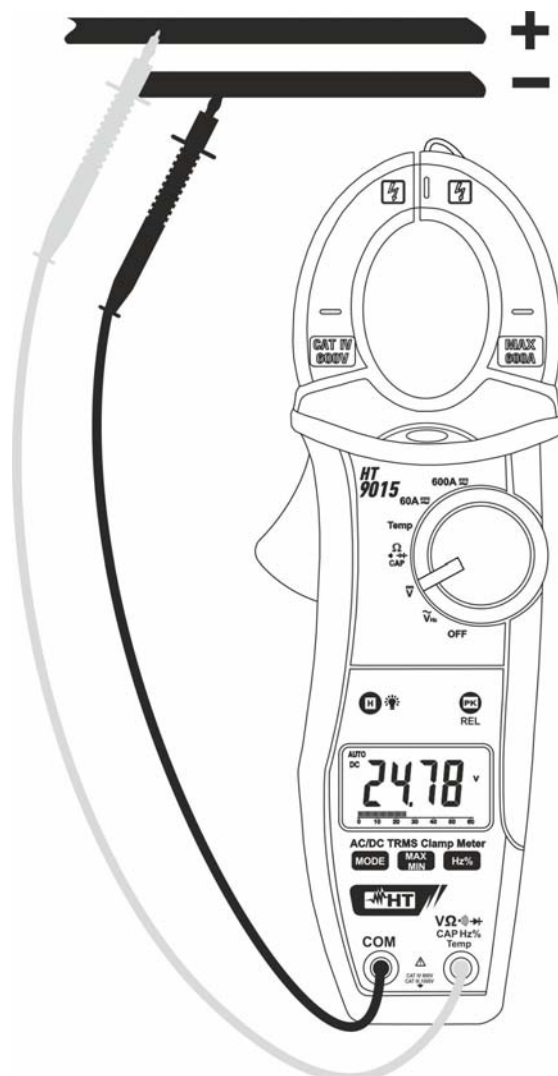

Fig. 4: Uso della pinza in misura di Tensione DC
2. Inserire il cavo rosso nel terminale di ingresso $V_{\Omega^{(1)}}$ ➔ **CAPHz%Temp** e il cavo nero nel terminale di ingresso **COM** (Fig. 4)